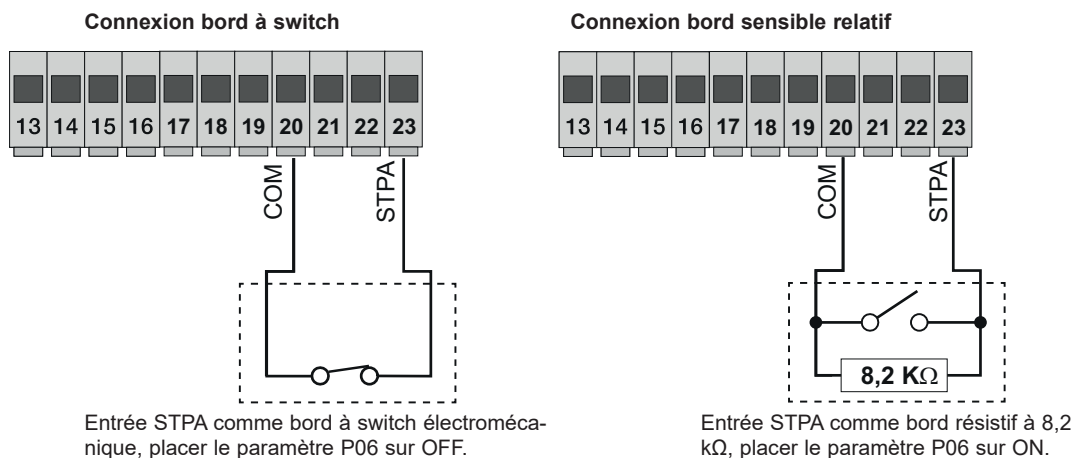

Fig. 10
3.8 - Connexion électrique avec fonction phototest active Quand le paramètre P08 est sur 1, la centrale contrôle le fonctionnement des cellules photoélectriques reliées à l'entrée FOTO, quand le paramètre P08 est sur 2, la centrale contrôle le fonctionnement des cellules photoélectriques reliées à l'entrée STPA, quand le paramètre P08 est sur 3, la centrale contrôle le fonctionnement des cellules photoélectriques reliées aux entrées FOTO et STPA. La figure 10 montre un exemple de connexion avec phototest actif uniquement pour l'entrée FOTO.